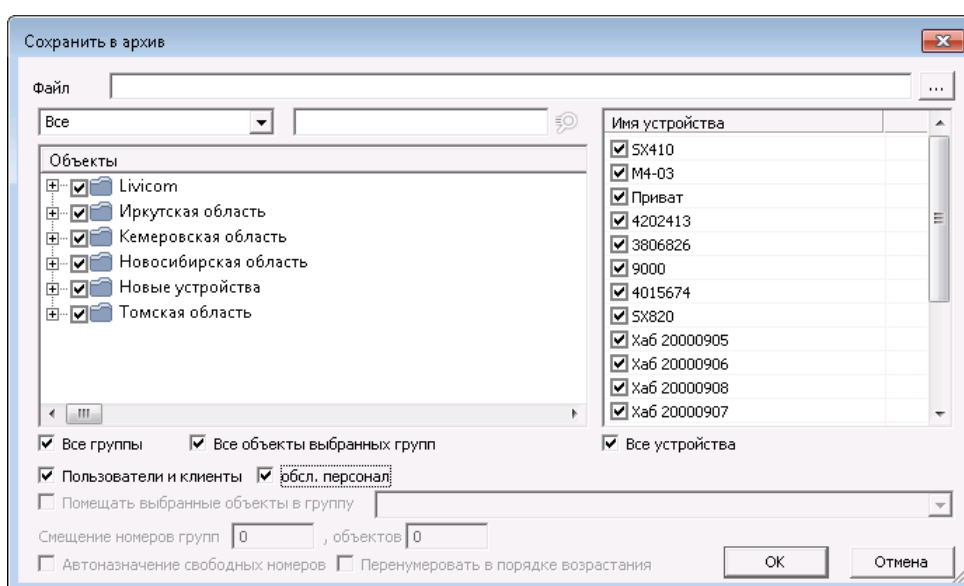

Рисунок 9.12 — Окно *Сохранить в архив*
- В открывшемся окне *Сохранить в архив* выберите объекты и устройства, данные о которых необходимо сохранить. Если вы хотите сохранить в архив списки пользователей, клиентов и обслуживающего персонала, то установите соответствующие флаги (см. рисунок 9.12).
Если предполагается перенос всех данных сервера, то авторизуйтесь на сервере под учетной записью суперпользователя (см. 10.1) и в окне *Сохранить в архив* (см. рисунок 9.12) установите флаги *Все группы*, *Все объекты выбранных групп*, *Все устройства*, *Пользователи и клиенты*, *обсл. персонал*.